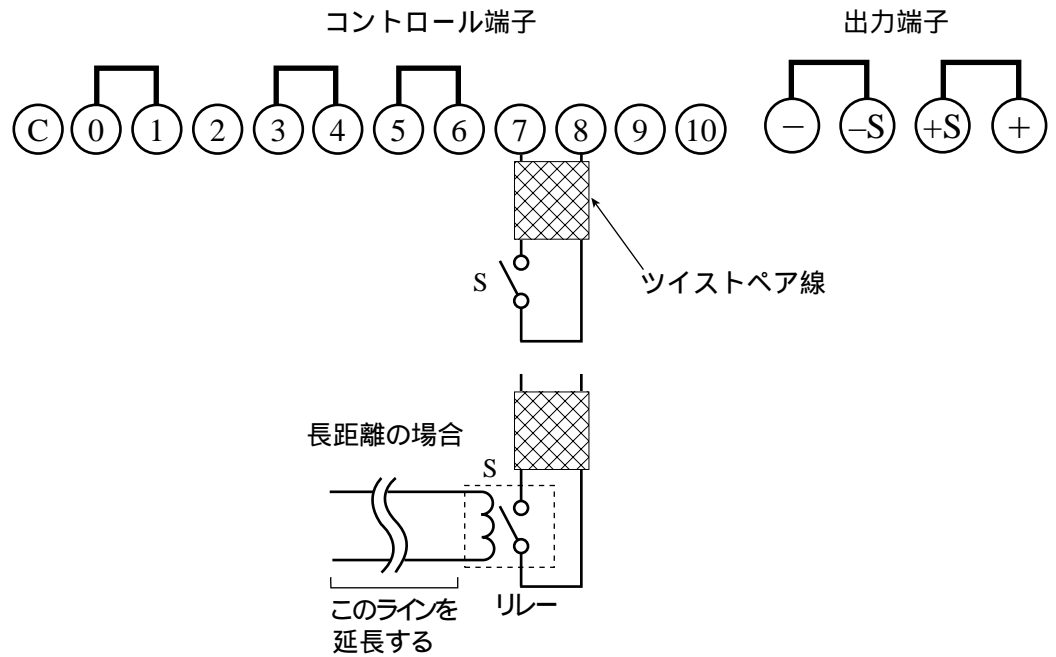

図 4-18 POWERスイッチの遮断の接続
2. コントロール端子の7と8間に接点S(スイッチ)を図4-18のように接続します。